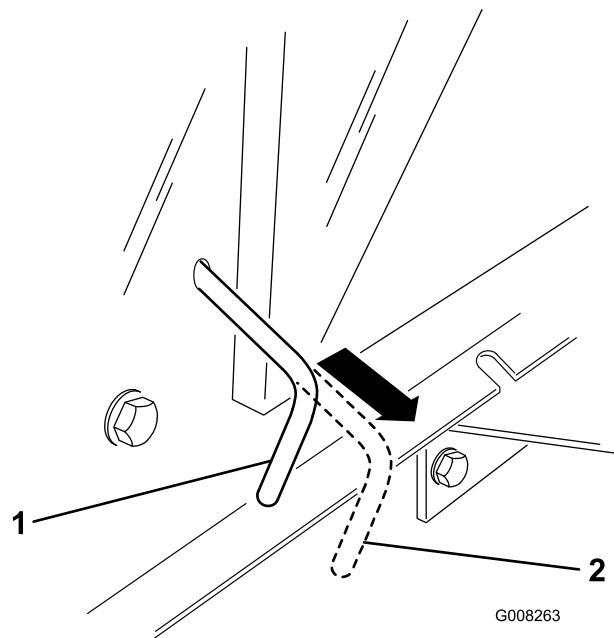

Figura 15
Nota: Il sistema di trazione è disinserito, e le ruote girano liberamente (Figura 15).
- Inserite il comando della trazione in posizione di funzionamento (Figura 15) per ingranare la trazione.